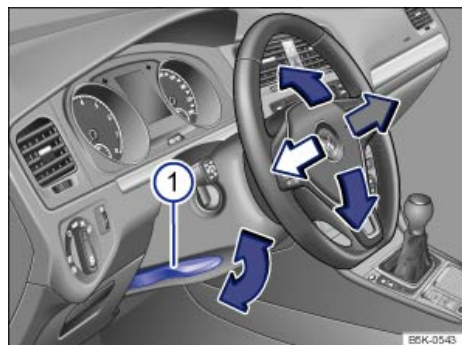

Fig. 87 Ajuste mecánico de la posición del volante.
- Tire hacia abajo de la palanca ⇒ fig. 87 ① ⇒ ▲.
- Después del ajuste, presione siempre la palanca ⇒ fig. 87 ① firmemente hacia arriba para que no se modifique la posición del volante accidentalmente durante la marcha.